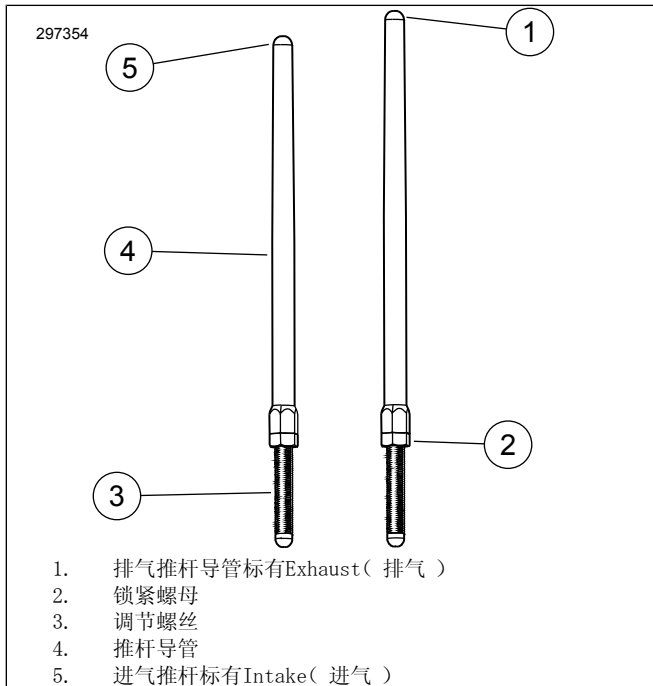

图1。可调推杆
4. 参见图1。松开所有推杆上的锁紧螺母，然后将它们调节到最短长度。
- 参见图1。使用5/16英寸扳手保持推杆调节螺丝不能旋转，使用1/2英寸扳手顺时针（从底部观察）将推杆导管缓慢转动2-1/2整圈（推杆变长）。（推杆导管的平面上有一个标记点，可用作参考。）